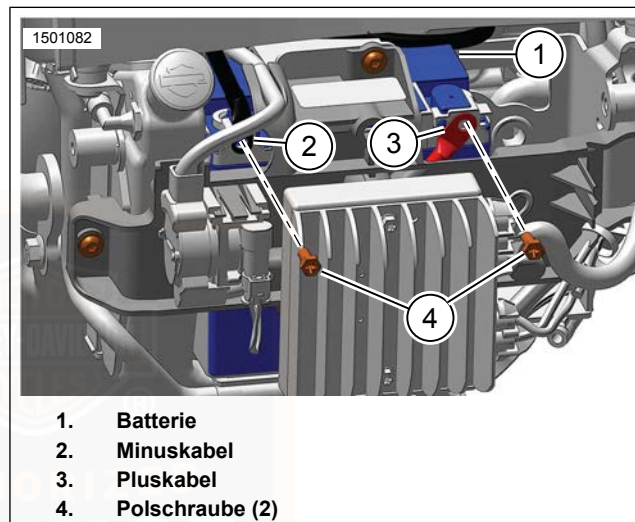
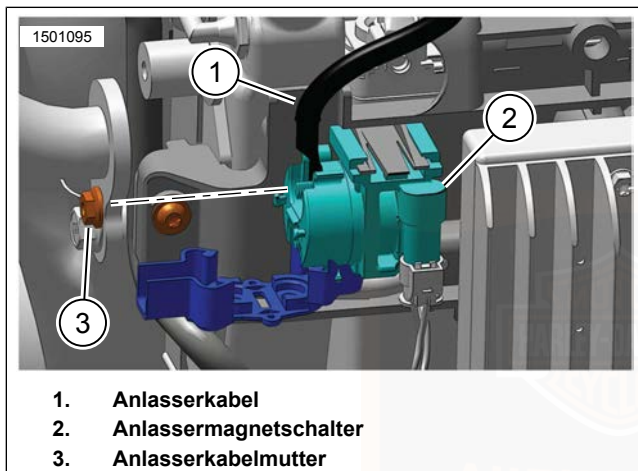

Abbildung 66. Batterie Kabel
Abbildung 67. Anlasserkabel
2. Siehe Abbildung 66. Das Batterieminuskabel (2) von der Batterie (1) abklemmen.
3. Das Batteriepluskabel (3) von der Batterie abklemmen.
4. Siehe Abbildung 67. Das Anlasserkabel (1) vom Anlassermagnetschalter (2) abklemmen.
4. Siehe Abbildung 66. Das Batteriepluskabel (3) an die Batterie anschließen. Festziehen.
6. Siehe Abbildung 67. Das Anlasserkabel (1) an den Anlassermagnetschalter (2) anschließen. Festziehen.